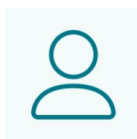

Figure 133. Menu utilisateur
1. Depuis le menu principal, cliquez sur l'icône indiqué, en haut à gauche, voir **Figure 133**.